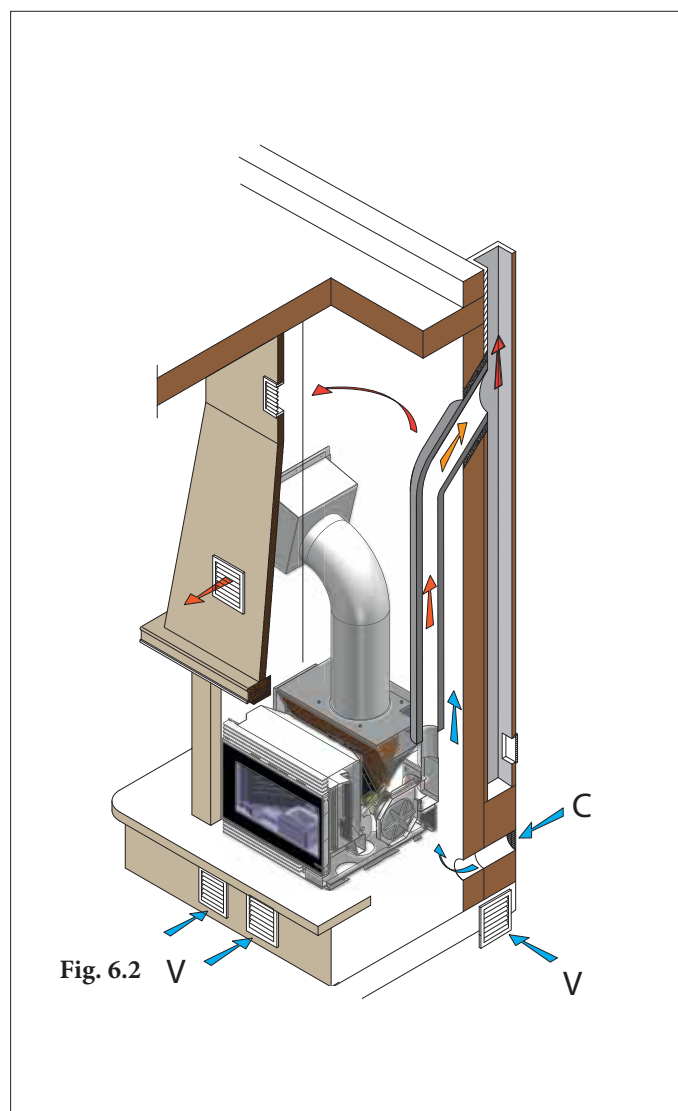

Fig. 6.2
L'aria comburente entra nel vano stufa dalla presa d'aria (C) e viene aspirata nella camera di combustione attraverso un condotto posto nella parte posteriore della stufa (Fig. 6.2).